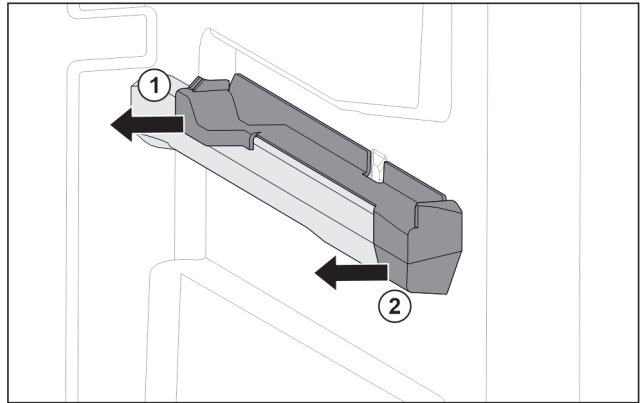

Fig. 50 Вставна частина на правому ребрі для резервуару
- ▶ Відсунути вставну частину назад вбік. Fig. 50 (1)
- ▶ Відсунути вставну частину вперед вбік. Fig. 50 (2)